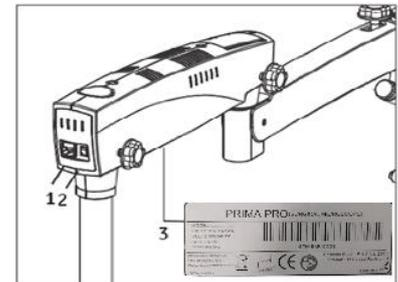

Abb. 35
1. Schließen Sie das Netzkabel an die AC-Eingangsbuchse (1) am an der Rückseite des Schwenkarms, wie in Abb. 35 gezeigt. Schalten Sie die Stromversorgung am Ein-/Ausschalter (2) ein.
**Hinweis: Das Netzteil ist für den Universaleingang 100 V - 240 V AC, 50/60 Hz ausgelegt. Befolgen Sie zum Anschließen die Anweisungen auf dem elektrischen Etikett an der Unterseite des Arms, wie hier in Abb. 35 gezeigt (3).**
Es befindet sich auf der Rückseite des Schwenkarms, siehe Abb. 35. In Position „2“ ist das Mikroskop eingeschaltet und der Kühlventilator startet.